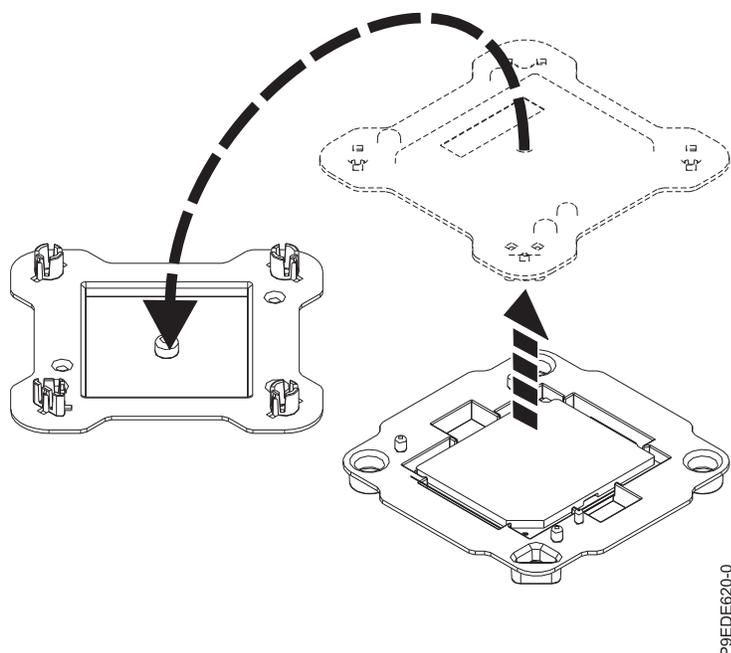

図 54. システム・プロセッサ・モジュールのパッケージを開く
2. 新しいシステム・プロセッサ・モジュールのパッケージを開き、カバーを上下逆にしてトレイの隣に置きます (図 54 を参照)。カバーは、再取り付けするシステム・プロセッサ・モジュールに使用されます。